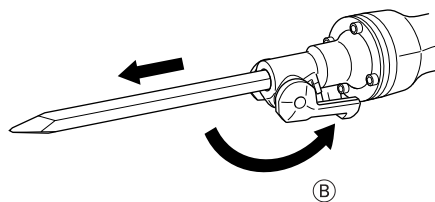

Fig. 7
- (3) Fixer l'accessoire en place en amenant la retenue sur la position de serrage (B). Pour s'assurer que l'accessoire est monté correctement, tirer dessus (Fig. 7).